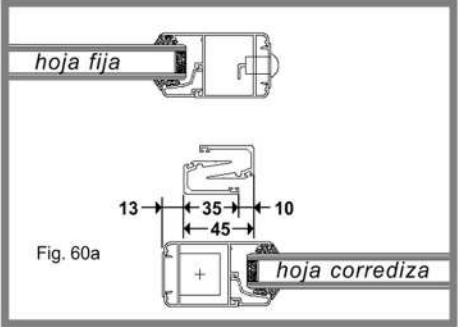

Fig. 60a
- Perfore las hojas fijas y corredizas, siguiendo el esquema en Fig. 60a, b. Predisponga al menos 1 tornillo cada 400 mm, excluyendo la zona bandera de la hoja corrediza.